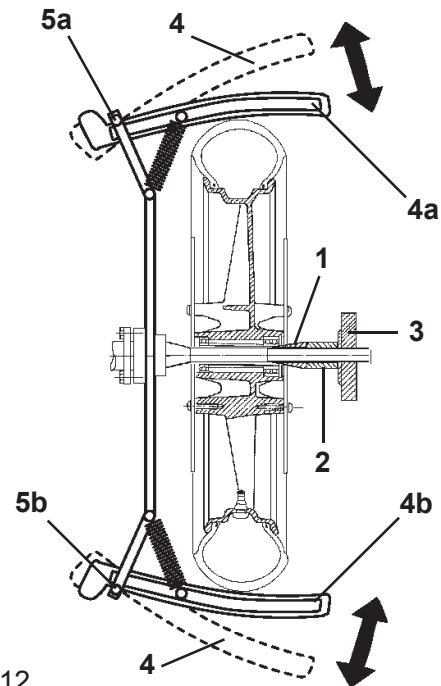

Figure 12
- Effectuer une lancée de vérification sans roue: Rabattre les deux segments d'entraînement (**Fig. 12**, Pos.4) vers l'extérieur, jusqu'à ce que les boulons s'enclenchent; veiller à ce qu'ils se trouvent en même position!